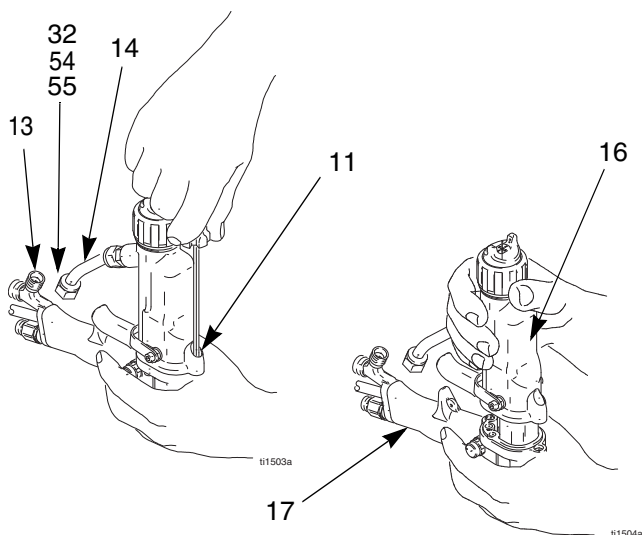

ABB. 16. Abnehmen des Pistolenkörpers
4. Den Pistolengriff (17) mit einer Hand halten und den Pistolenkörper (16) gerade vom Griff abziehen. Siehe ABB. 16.